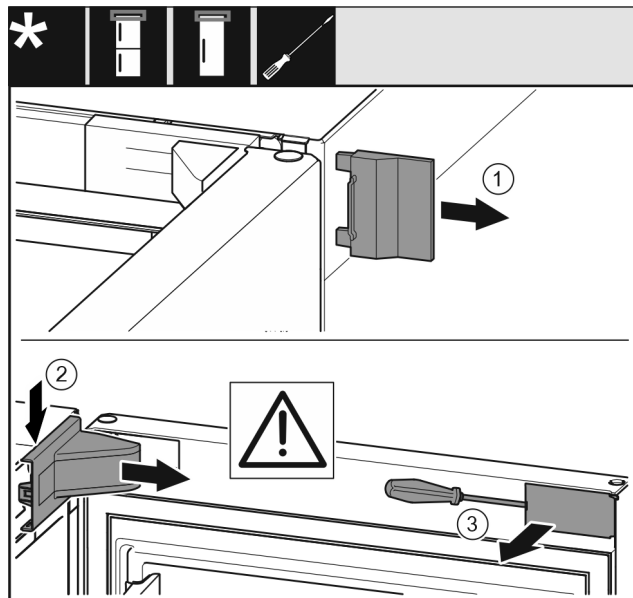

Fig. 8
- ▶ Снимите внешнюю крышку. Fig. 8 (1)
- ▶ Освободите и отсоедините крышку опорного кронштейна. Снимите крышку опорного кронштейна. Fig. 8 (2)
- ▶ При помощи шлицевой отвёртки освободите накладку и отведите в сторону. Fig. 8 (3)